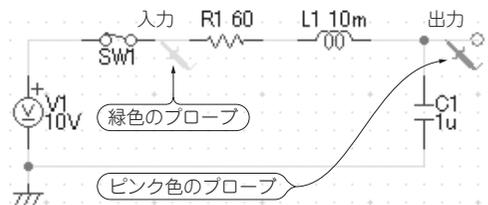
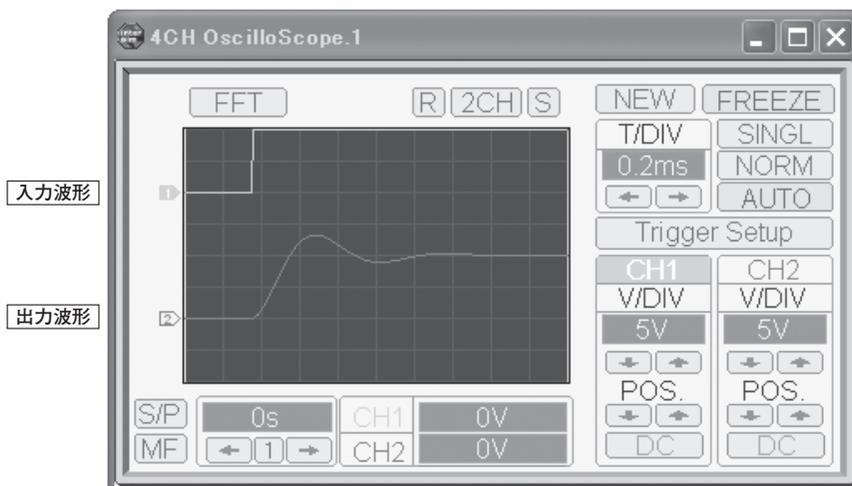

図1.13 測定プローブ(オシロスコープ)の接続
図1.14 スイッチ投入後の入出力波形
- ⑥ オシロスコープ画面(アイコン：)を開き、プローブ()を接続して入出力波形を表示する。ここでは、2チャンネル表示とし、入力は緑色、出力はピンク色のプローブを接続した後、スイッチSW1を投入し、RLC回路の応答特性を確認する(図1.13, 図1.14)。その際、オシロスコープの電圧/電流(縦軸で、切り替えるは、**V/DIV**あるいは**A/DIV**スイッチを左クリックする)、時間(横軸)のスケール変更は**NEW**および**FREEZE**スイッチを適切に押し波形表示の状態を切り替える必要がある。同時に、スイッチSW1を投入するタイミングもいろいろと変えて、図1.14の入出力波形の表示が得られるように楽しみながら試行錯誤していただきたい。なお、新しい設定で再度シミュレーションする場合は、スイッチSW1を切断した後、**NEW**スイッチを押してコンデンサに蓄積された電荷をゼロ(0)にすることを忘れないようにします。